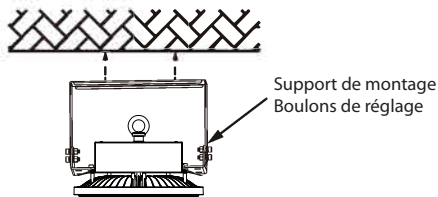

Figure 6
5. À l'aide de l'écrou fourni, installer le support de montage en U sur les vis d'expansion et serrer fermement les écrous. (Voir figure 6)